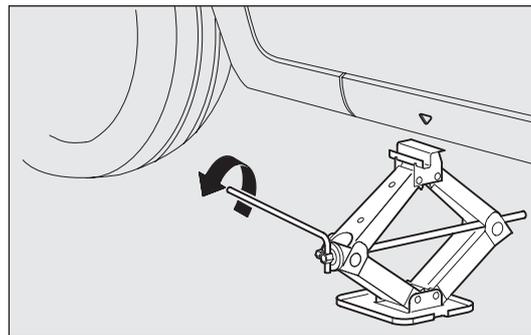
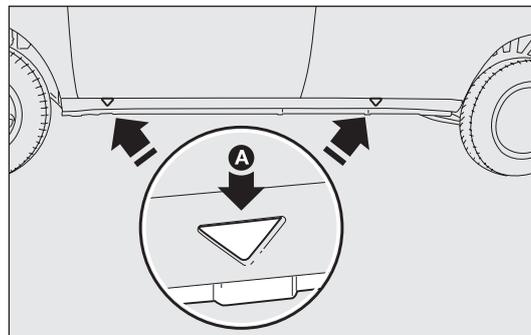

fig. 135
fig. 136
- accione el gato con el mando (separe la manivela del clip y del orificio de la tuerca) para abrirlo parcialmente fig. 135; a continuación, colóquelo debajo del vehículo a la altura de las marcas A-fig. 136 cerca de la rueda que desea reemplazar;